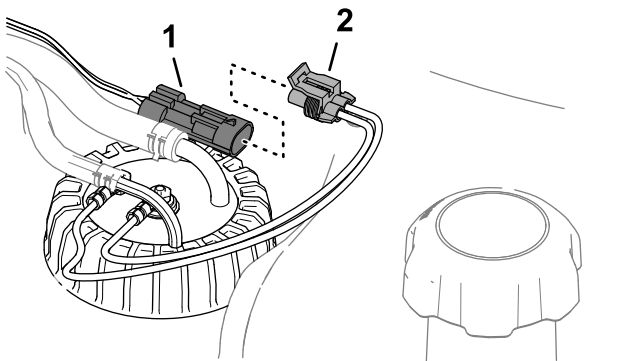

Figura 89
6. Enchufe el conector del arnés del sensor de combustible en el conector del arnés de cables de la máquina (Figura 89).